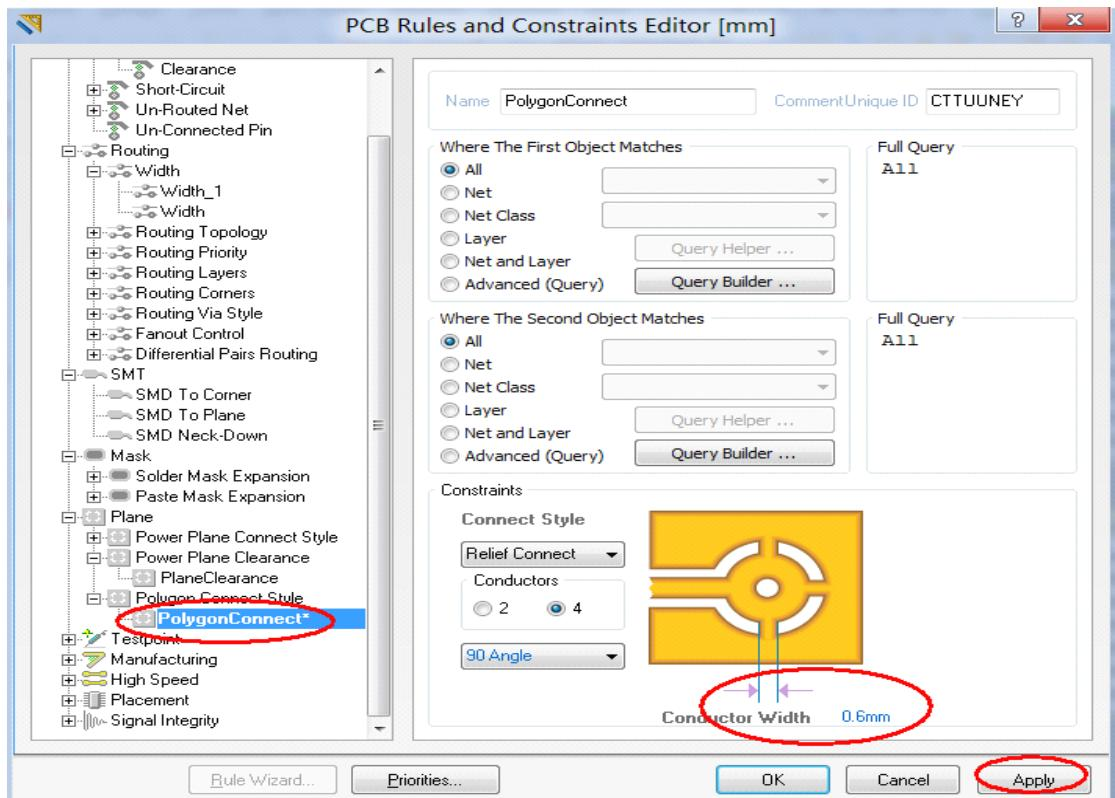

图 6-6.75 设置敷铜间隙
**Step5：**设置敷铜间隙。如图 6-6.75 所示。